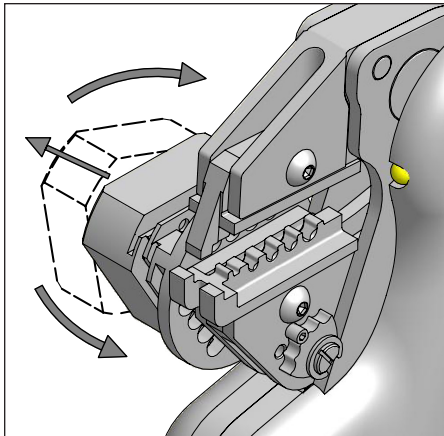

Bild 12
### 8.3.3 Crimpeinsätze für gedrehte Kontakte (Bild 12, 13)
2. Wenn notwendig, Kontaktaufnahme herausziehen und durch Drehung in die gewünschte Stellung bringen. (Bild 12)